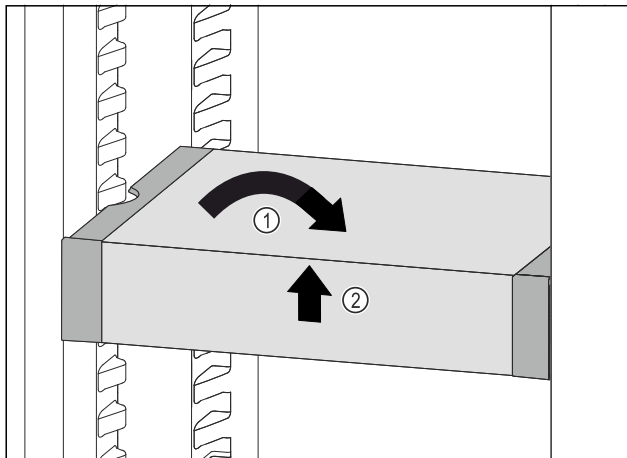

Fig. 101
- Aseta VarioSafe suoraan. Fig. 101 (1)
- Nosta VarioSafe-vetolaatikka edestä. Fig. 101 (2)